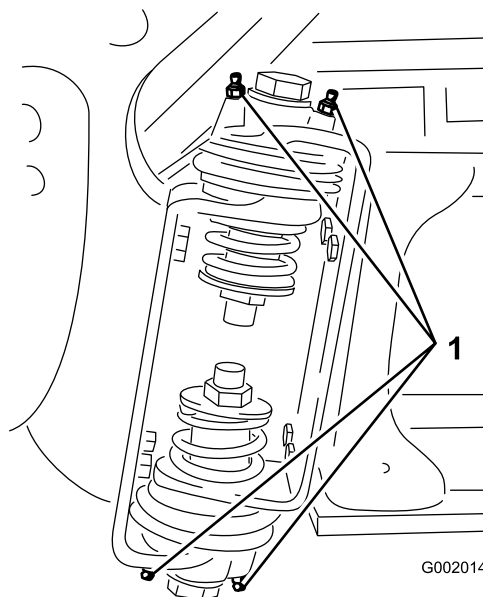

Рисунок 70
2. Закачайте консистентную смазку в подшипник или втулку через каждую масленку (Рисунок 70).